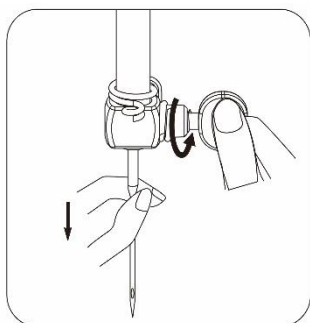

Abb.1
1. Drehen Sie das Handrad, um die Nadel ganz nach oben zu stellen. Halten Sie die alte Nadel fest und lösen Sie die Nadelbefestigungsschraube. Entfernen Sie die alte Nadel und entsorgen Sie die Nadel ordnungsgemäß. (Abb.1)